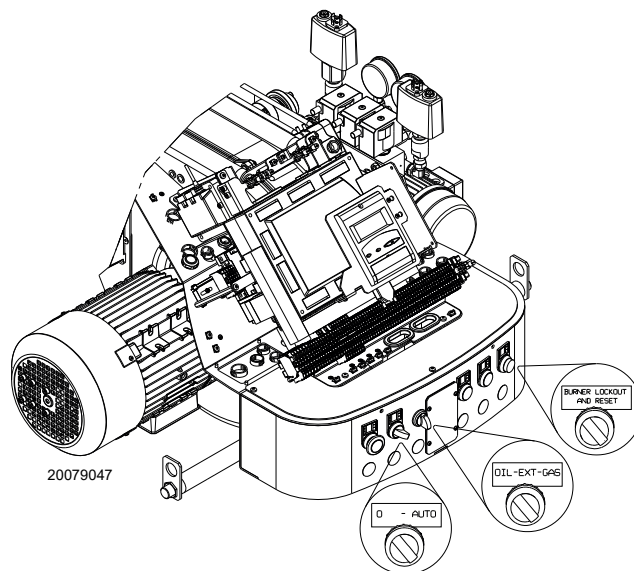

Fig. 29
Placer le sélecteur « OIL-EXT-GAS » de Fig. 29 à la page 34 en position « OIL » pour sélectionner le fioul comme combustible. Fermer les thermostats/pressostats et mettre l'interrupteur de Fig. 29 à la page 34 en position « AUTO ».
- mettre l'interrupteur de la Fig. 29 sur « 0 » et attendre que la boîte de contrôle réalise la phase d'extinction ;
Fermer les télécommandes et mettre le sélecteur (Fig. 29 à la page 34) sur « **ON** ».
Mettre le sélecteur (Fig. 29 à la page 34) sur « **GAS** » pour sélectionner le gaz comme combustible.
- 1 à l'aide du sélecteur (Fig. 29 à la page 34) ;
- 2 avec un sélecteur à distance connecté au bornier principal. En mettant le sélecteur (Fig. 29 à la page 34) sur « **EXT** », la fonction de sélection du combustible à distance s'active. Dans cette position, en absence de sélecteur à distance, l'écran affiche le combustible prioritaire.